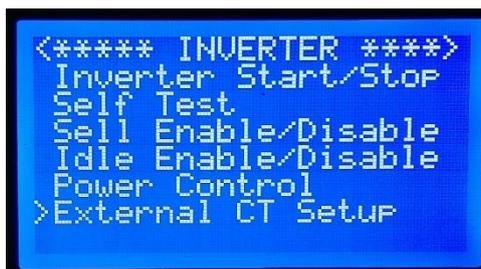

Figura 30 - Menù Inverter: External CT Setup
2. Con i tasti “freccia su” e “freccia giù” posizionare il cursore a fianco del menù “External CT Setup” e premere il tasto “Enter” (Figura 30).